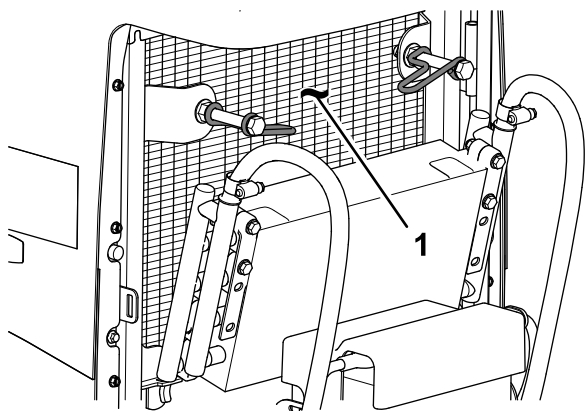

Figura 114
8. Limpie a fondo ambos lados del enfriador de aceite y del radiador (Figura 114) con aire comprimido.